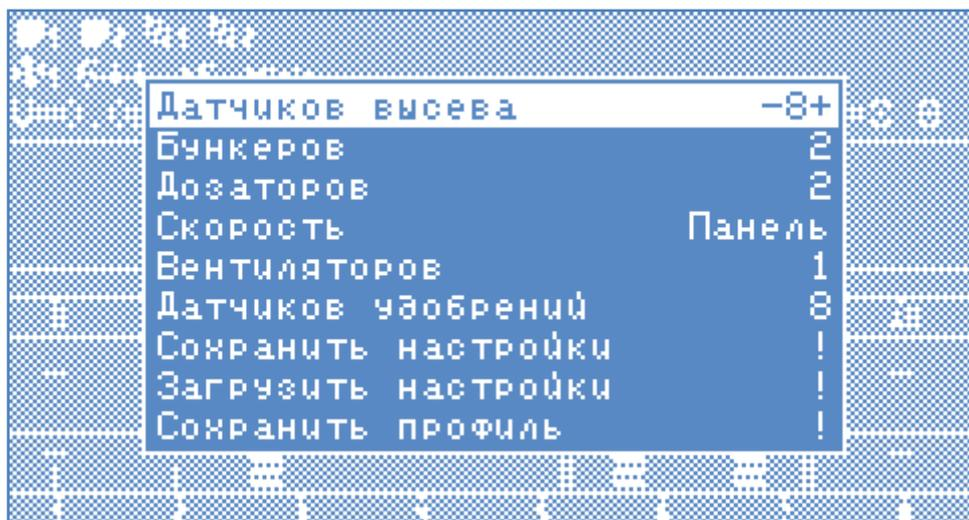

Рисунок 17 Профиль
9.4.1. Профиль – вызывает вложенное меню, позволяющее настроить состав и количество датчиков системы контроля высева. Вложенное меню содержит девять параметров, см. «Рисунок 17»: